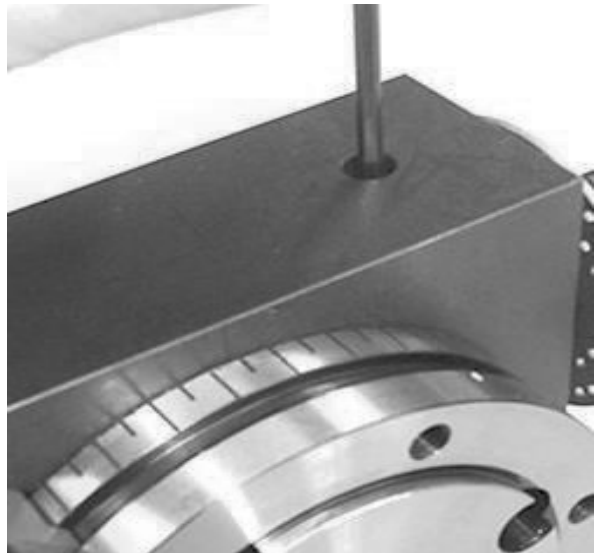

Fig. 15
1. Lösen Sie den Gewindestift unter Zuhilfenahme eines Innensechskant-Schlüssels 3 mm etwas wie in Fig. 15 gezeigt.
4. Gewindestift gemäß Fig. 15 wieder anziehen.